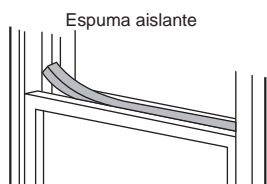

Imagen 11
5. Corte la espuma aislante en la longitud correcta y selle el espacio entre la guillotina superior y la guillotina exterior (imagen 11).